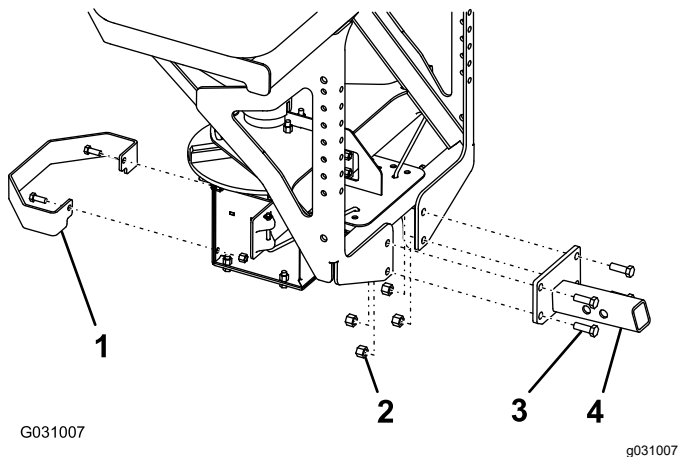

Figure 4
1. Montez l'accouplement coulissant sur l'épandeur à l'aide de 4 boulons ( $\frac{1}{2}$  po) et contre-écrous ( $\frac{1}{2}$  po), et serrez les boulons à 76 N·m (56 pi-lb) comme montré à la Figure 4.
2. Montez la protection du distributeur sur l'épandeur à l'aide des 2 boulons ( $\frac{3}{8}$  po) et contre-écrous ( $\frac{3}{8}$  po) existants, puis serrez les boulons à 27 N·m (19,7 pi-lb) comme montré à la Figure 4.